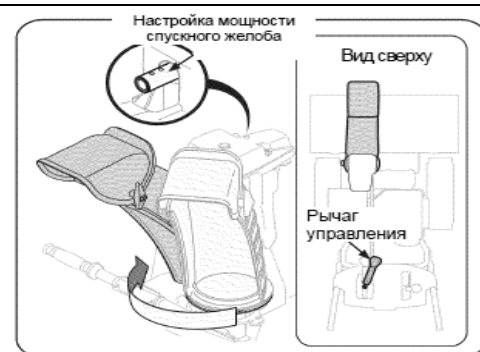

Рис. 5
5. Прижмите курок на джойстике панели и вращайте ручную желоб выброса так, что бы он был развернут вперед. Отверстия во входе управления желобом должны быть направлены вверх. (См. Рис. 5).
**ВАЖНО:** Джойстик должен быть слегка наклонен вправо. См. Рис. 5 и 6.